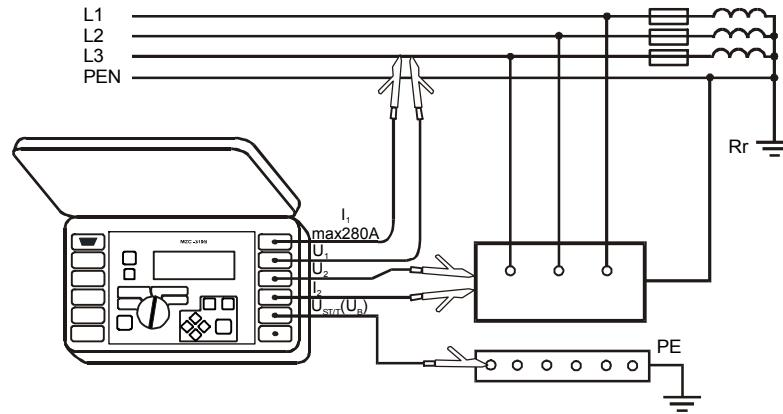
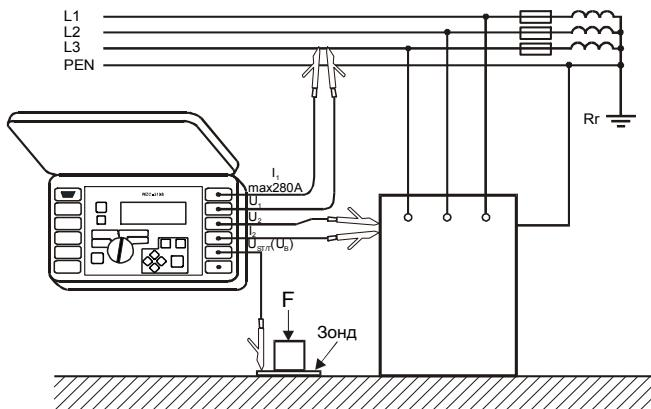

Рис.18. Измерение напряжения прикосновения  $U_{ST}$
Рис.19. Измерение поражающего напряжения прикосновения  $U_T$
При установленной функции измерения параметров петли короткого замыкания (2р либо 4р) прибор измеряет напряжение и частоту сети изложенным в пункте 7.6. способом. Их значение отображается внизу экрана. Индекс, обозначающий напряжение  $U$  указывает на вид измеряемого напряжения фазное -  $U_{LN}$ , межфазное -  $U_{LL}$ , либо значение напряжения превышает границы, в случае измерений согласно Рис.19. -  $U_T$ . Те же самые правила отметки касаются напряжения, отмеренного во время измерения полного сопротивления петли короткого замыкания.
- Подсоединить измерительные провода согласно Рис.18 для  $U_{ST}$  либо согласно Рис.19 для  $U_T$
Измерение поражающего напряжения прикосновения  $U_T$  происходит после коммутации в измерителе резистора значением 1 кОм между зажимами  $U_2$  и  $U_{ST/T}$  ( $U_B$ ). Резистор показывает сопротивление человека, а зажим  $U_{ST/T}$  ( $U_B$ ) соединяется с электродом (зондом), симулирующим ступни человека на основании полов помещения (Рис.19).